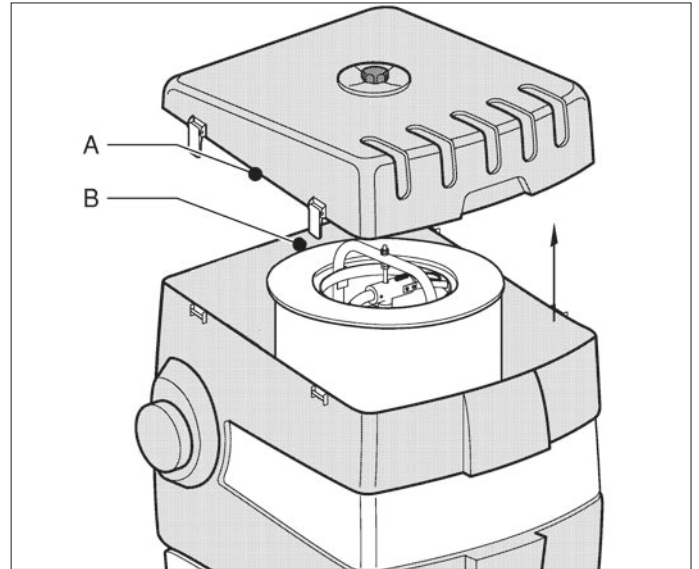

Fig. 6.1
- Nehmen Sie die Filterhaube (Fig. 6.1 A) ab, indem Sie den Sternknopf lösen und die vier Bügelverschlüsse abnehmen.
- Nehmen Sie den Filter (Fig. 6.1 B) heraus. Es wird empfohlen, das Filterkompartiment mit einem Industriestaubsauger zu reinigen.